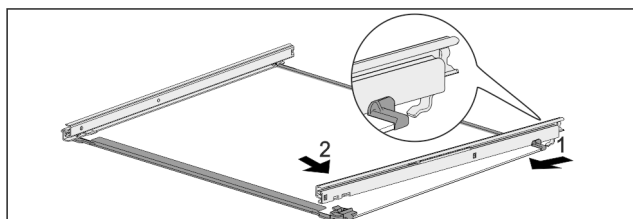

Fig. 123 Placa de vidrio con guías
- Enganche la guía por detrás. Fig. 123 (1)
- Encastre la guía por delante. Fig. 123 (2)